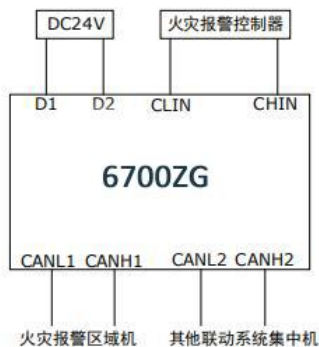

图 3 火灾报警与其他联动系统扩展
2、CAN 扩展模块用作联网使用时，有三种情况，线路连接分别如图 3、4、5 所示：